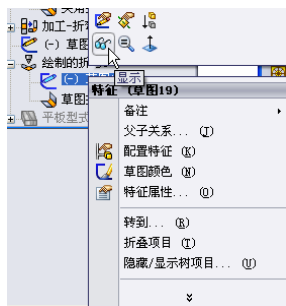
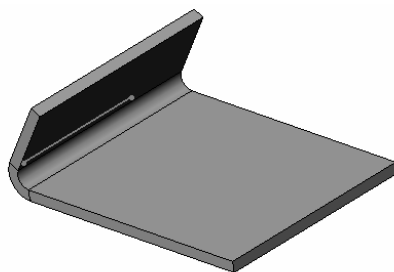

图 9-83 显示草图
图 9-84 生成绘制的折弯
③ 右击 FeatureMannger 设计树中绘制的折弯 1 特征的草图，选择“显示”图标，如图 9-83 所示。绘制的直线将可以显示出来，直观观察到以“折弯中心线”选项生成的折弯特征的效果，如图 9-84 所示。其他选项生成折弯特征效果可以参考前文中的讲解。